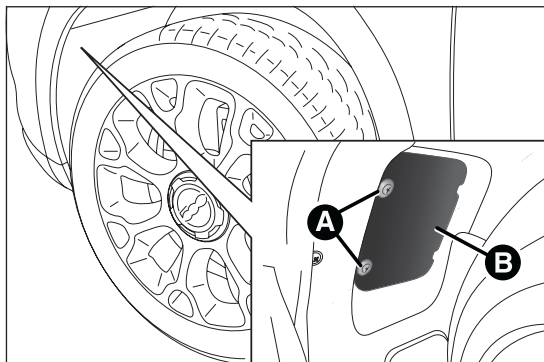

fig. 162
- dévisser les vis A fig. 162 et enlever le volet B ;